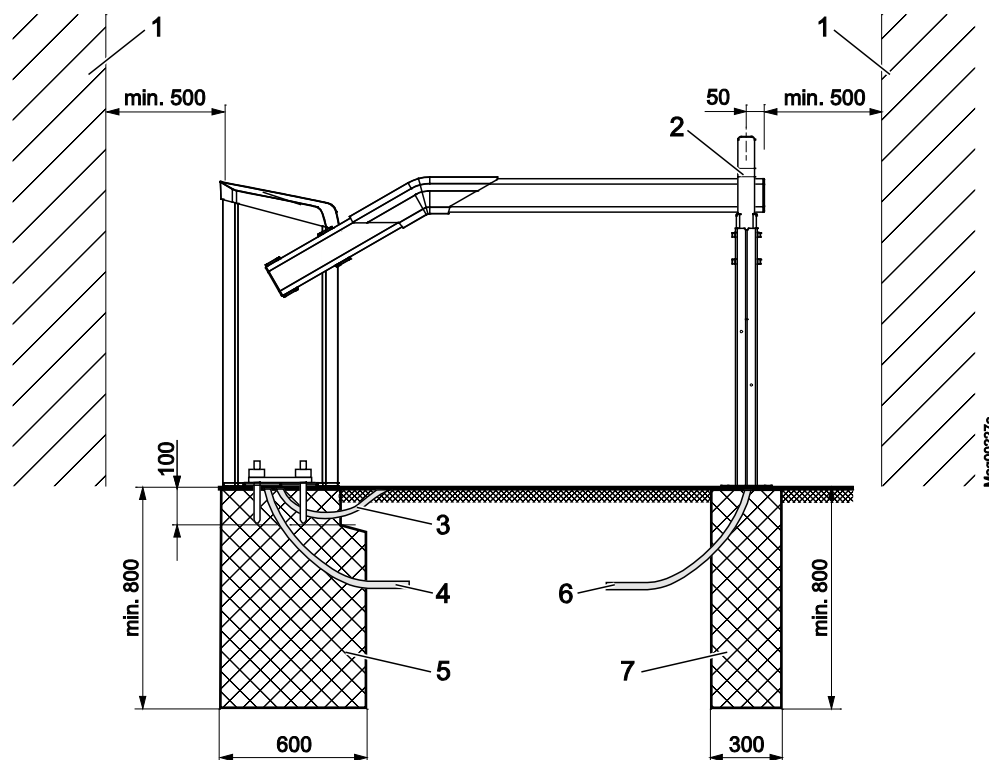
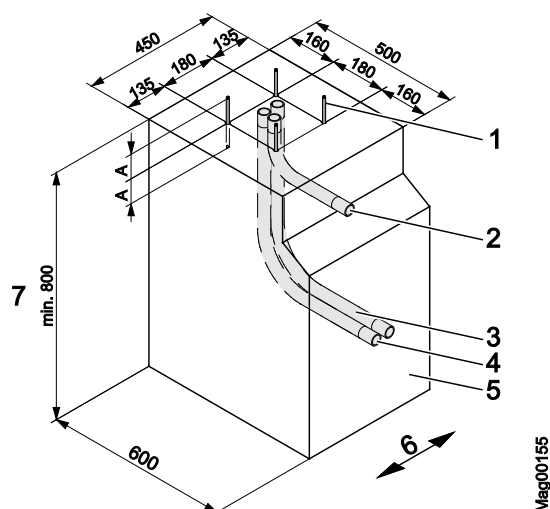
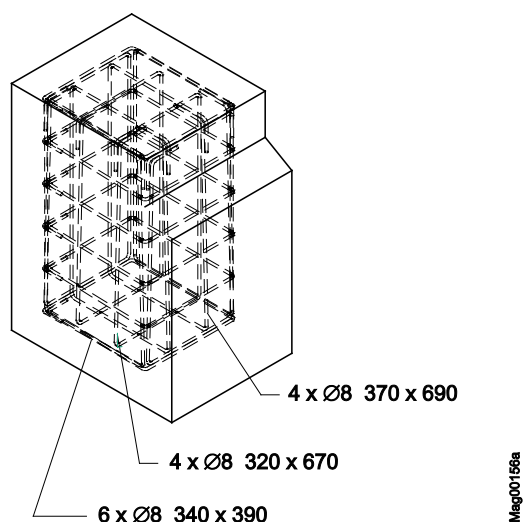
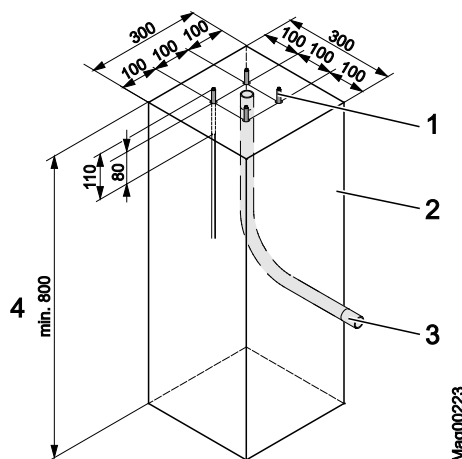

Bild 13: Montering bomsystem, här beskrivet för bomtyp "Access/Parking" (mått i mm)
Bild 14: Fundamentschema (mått i mm)
Bild 15: Armeringsnät (mått i mm)
Bild 17: Fundamentschema stödstolpe och fotocellsstolpe
Kläm- och skärrisk vid för kort säkerhetsavstånd mellan bommen och andra föremål! En stängning eller öppning av bomröret kan vid ett för kort säkerhetsavstånd från andra föremål leda till svåra klämskador eller andra skador! Därför: – Mellan bomröret och andra objekt, såsom väggar, murar och hus, måste det finnas ett säkerhetsavstånd på minst 500 mm. → Se sida 24, kapitel 2.7. – Montera och installera bomsystemet enligt Bild 13.
→ Se sidan 51, Bild 13.
→ Se sidan 51, Bild 13 till sidan 53, Bild 15.
- Armeringsnät enligt bilden Bild 15.
→ Se sidan 53, Bild 14.
1. Schakta fundamenthållet enligt Bild 13 och Bild 14.
2. Placera armeringsnätet enligt Bild 15 i fundamenthållet.
3. Placera kabelslangarna enligt Bild 14 i fundamenthållet.
5. Gjut fundamentet med betong enligt Bild 14.
1. Schakta ur fundamenthållet enligt Bild 13 och Bild 17.
2. Placera tomröret enligt Bild 17 i fundamenthållet.
4. Gjut fundamentet med betong enligt Bild 17 .